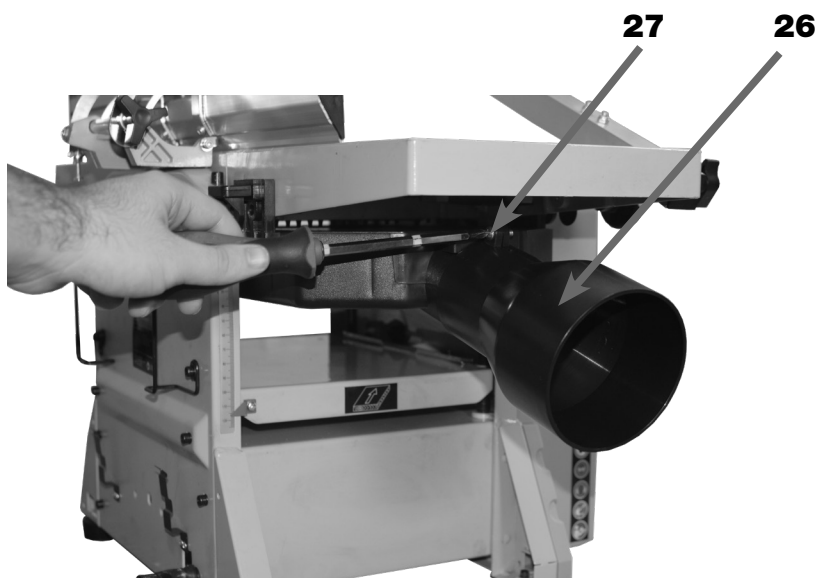

FIGURA 27 – Fixação da Extensão
5. APERTAR o Parafuso de Fixação da Extensão (27) para fixação (figura 27).